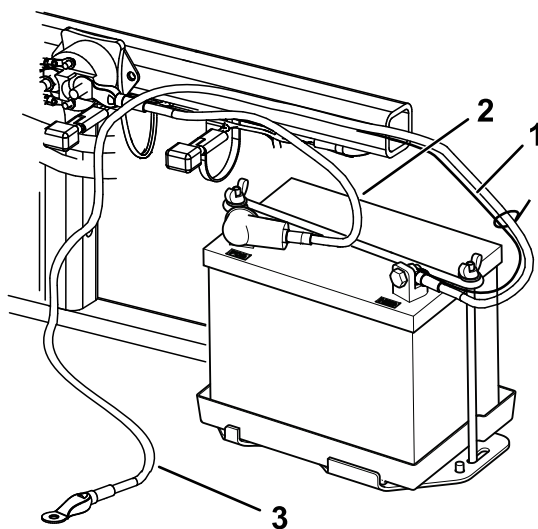

Figura 6
2. Fixai cablul pozitiv (rou) la borna pozitivă (+) cu un urub ($\frac{1}{4} \times \frac{5}{8}$ ") i o contrapiuliță (Figura 6).
3. Fixai cablul scurt, negru i cablul negativ (negru) la borna negativă (-) a bateriei cu un urub ($\frac{1}{4} \times \frac{5}{8}$ ") i o contrapiuliță ($\frac{1}{4}$ ") (Figura 6).